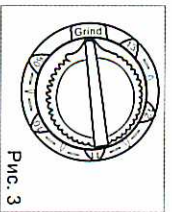

Рис. 3
1. Режим шлифовки GRIND используется при обработке металла абразивными и шлифовальными кругами. В данном положении светофильтр выключается. Переключите регулятор в положение GRIND на внешней регуляторе (см. рис. 3).